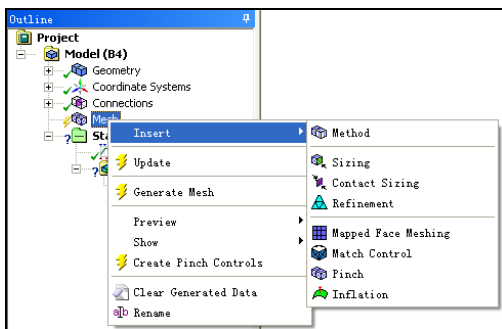
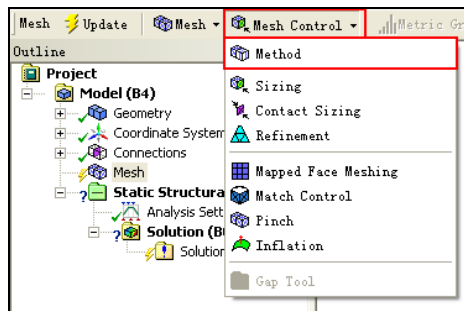

图 3-37 Mesh 快捷菜单
图 3-38 Mesh 工具栏
- 步骤 01** 右击 Mesh，如图 3-37 所示，在弹出的快捷菜单中选择 Insert（插入）→Method（方法）命令，或者如图 3-38 所示，选择 Mesh Control（网格控制）→Method（方法）命令。